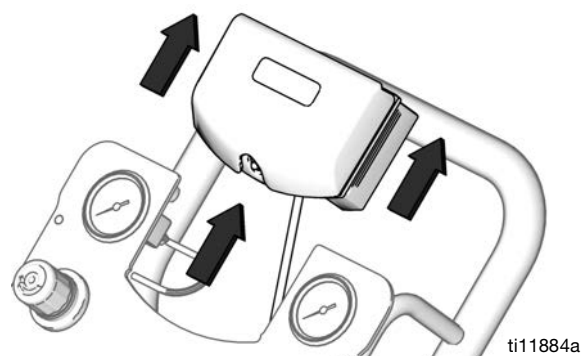

FIG. 11. Desmontaje del DataTrak
- Retire el módulo DataTrak de la ménsula. Consulte la FIG. 11. Lleve el módulo y el cable unido a una ubicación no peligrosa.